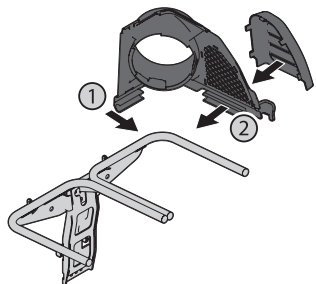

Figura 9
2. Coloque a presión el soporte del canal plástico superior en su lugar primero cortando la porción lateral hacia el riel de soporte de la embolsadora (1) como se indica en la Figura 9.
3. Calce a presión el lado delantero del soporte del canal al riel (2), como se muestra en la Figura 9.